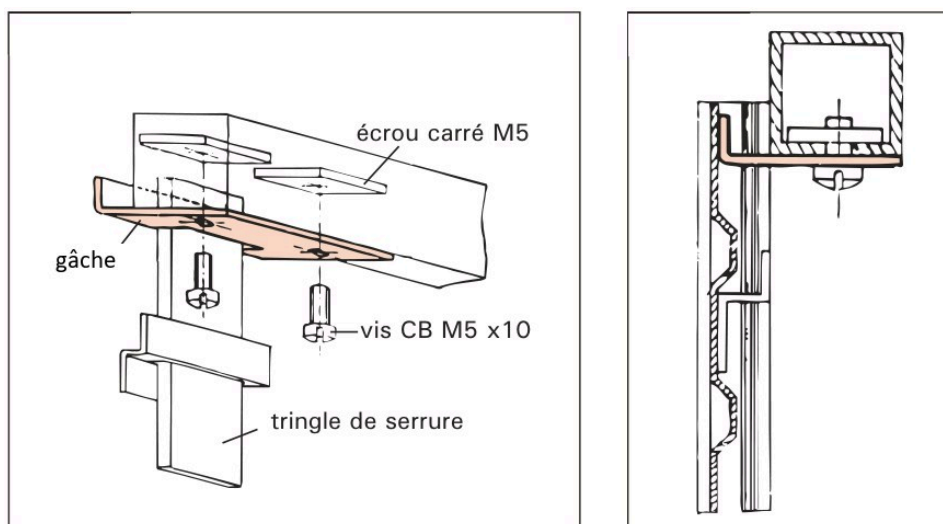

Figure 22 — La gâche de serrure sur une barre de battue, éclatée puis en coupe
- sur la barre de battue haute ou basse : écrou carré M5 et vis CB M5x10 (figure 22) ;